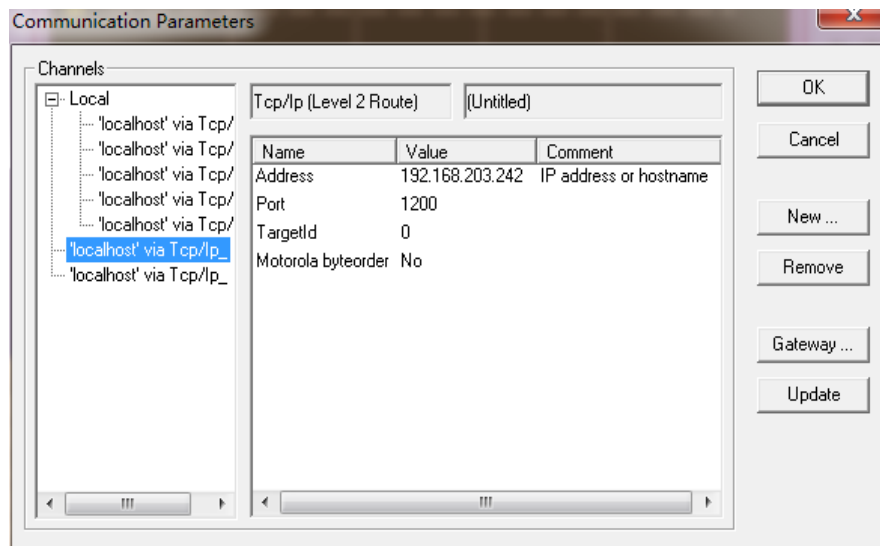

图 38 更改通讯 IP
- 4) 运行连接设置：执行命令联机->通讯参数，弹出对话框，如图 38 所示：
式，即可进入下一步；如果需要将程序下载到目标控制器上，则需要将图 38 中，双击”Localhost”修改为目标控制器制定的 IP 地址，如：192.168.203.242；控制器的默认 IP:192.168.0.2。